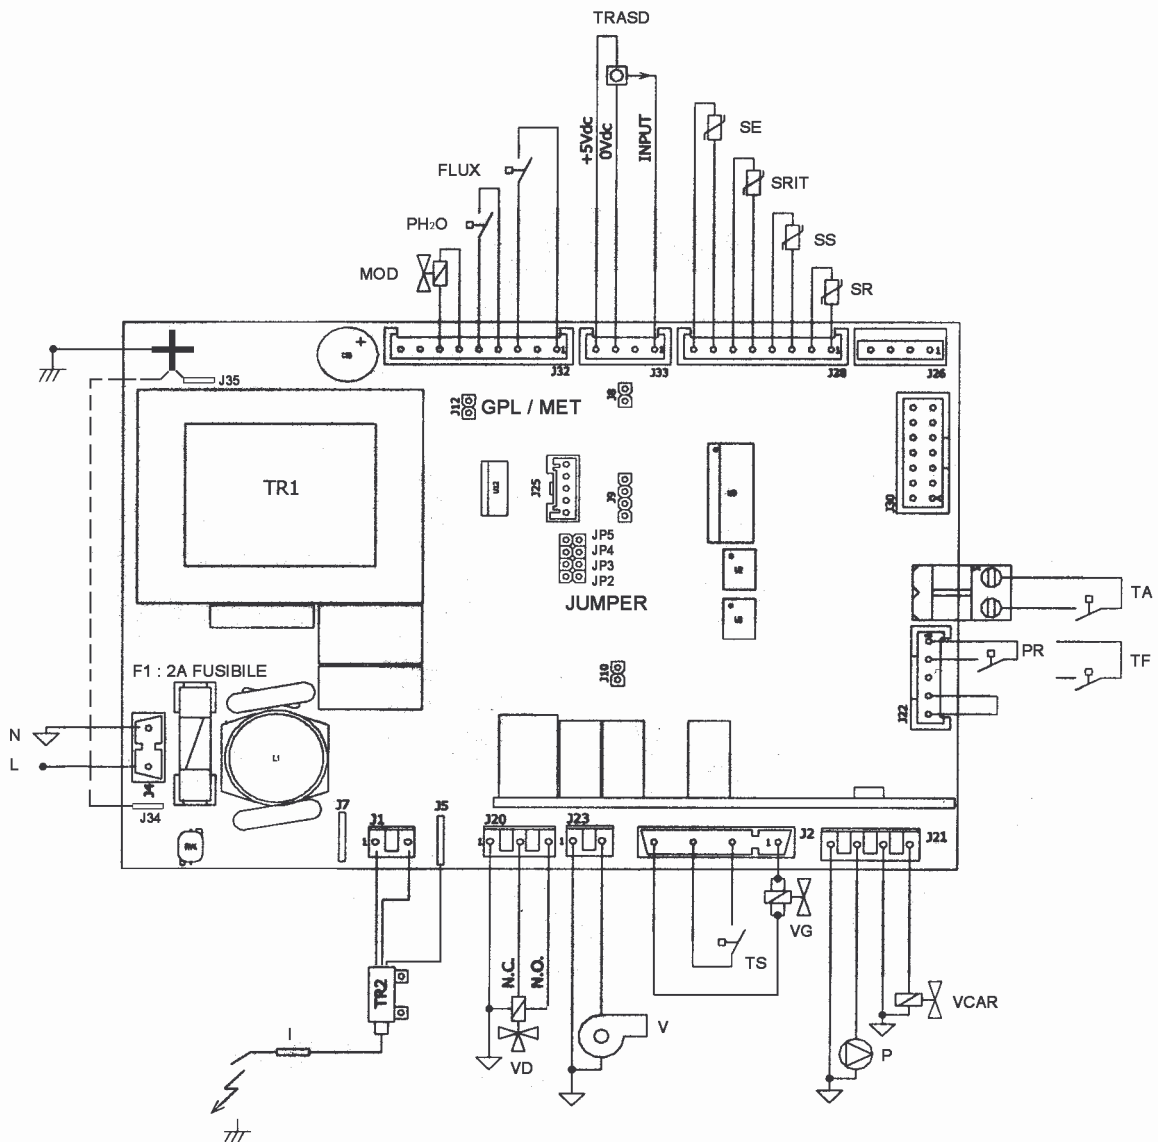

Figura 2-50
- i collegamenti elettrici sono illustrati nella Figura 2-50, Figura 2-51;